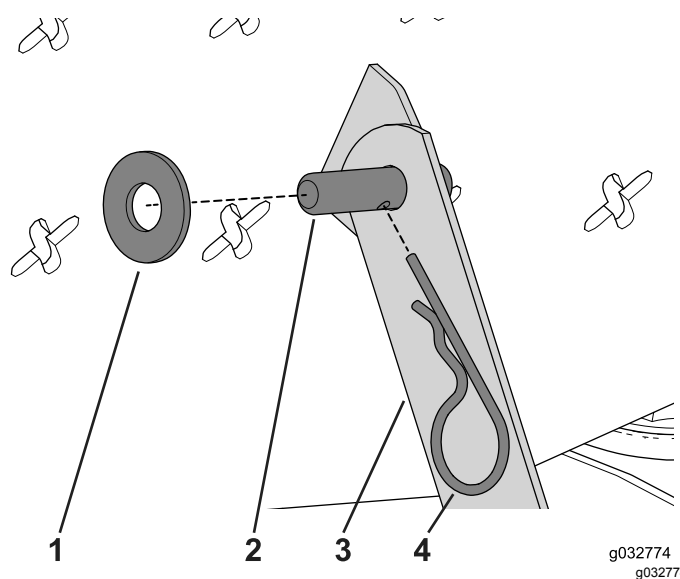

Figure 50
2. Détachez le bras de pivot et le support de pivot en retirant la goupille fendue qui retient l'axe de pivot et la rondelle (Figure 50).